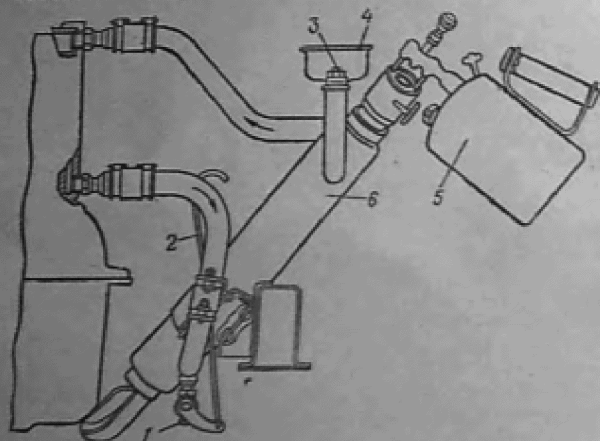

Рис. 3. Предпусковой подогреватель автомобиля ГАЗ-69:
- закрой сливной кран 1 (рис. 3) системы охлаждения, расположенный на котле 6 (рукоятка этого крана выведена вверх), отверни пробку 3 в воронке 4 котла;